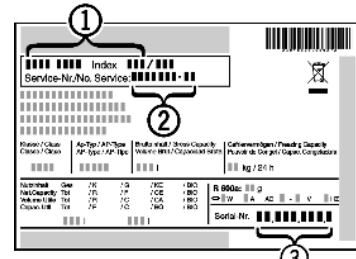

Fig. 36
- ▶ Consultar a identificação do aparelho Fig. 36 (1), nº de serviço Fig. 36 (2) e nº de série Fig. 36 (3) na placa de características. A placa de características está localizada no interior do aparelho, do lado esquerdo.
- ▶ Informar o serviço de assistência ao cliente e comunicar o tipo de falha, identificação do aparelho Fig. 36 (1), nº de serviço Fig. 36 (2) e nº de série Fig. 36 (3).